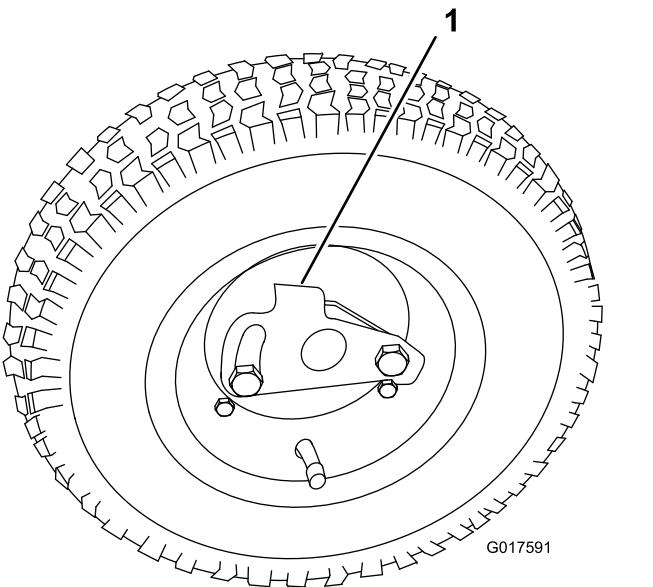

Figura 8
3. Ruotate la clip di bloccaggio della ruota allontanandola dal centro della ruota e lasciadola scorrere più in là sull'assale (Figura 8).